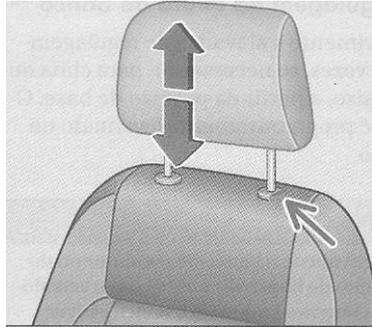

Fig. 65 Regular ou remover os apoios para cabeça
- Desloque o apoio para cabeça para cima ou, com o botão pressionado -seta- fig. 65, para baixo. Altura correta: => Página 84, "Ajuste correto dos apoios para cabeça".
- Pressione o botão -seta- => fig. 65.